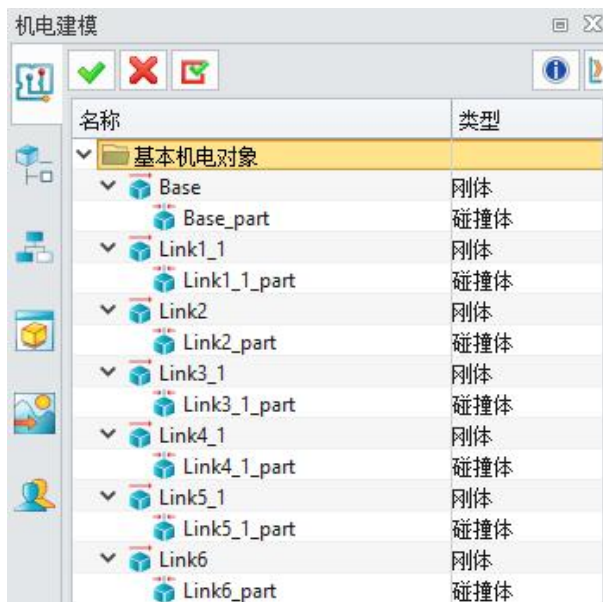

图 8-10: 七个碰撞体
- 转到“IROBOTCAM”选项卡，点击“机电建模”按钮。（图 8-10）